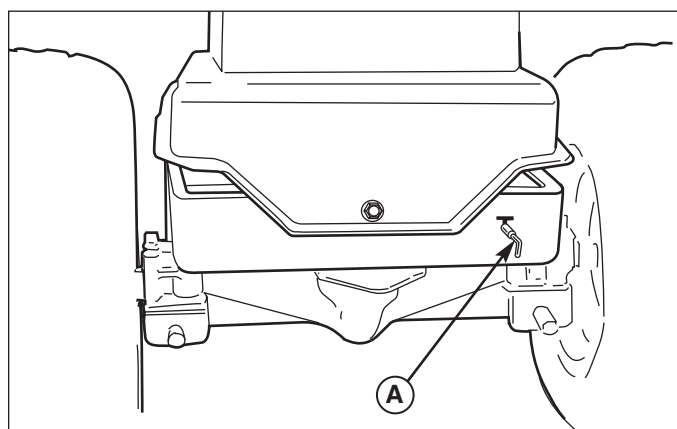

Figure 39. Levier de débrayage de la transmission
4. Tout en maintenant le levier de changement de vitesse en position de marche avant, engager et désengager plusieurs fois le levier de débrayage de la transmission (A, Figure 39).
6. Tout en maintenant le levier de changement de vitesse en position de marche arrière, engager et désengager plusieurs fois le levier de débrayage de la transmission (A).